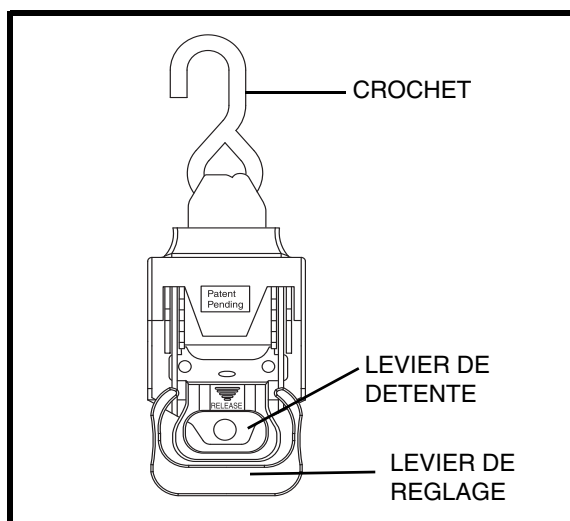

Figure 14. Courroie d'ancrage rétractable
3. Ancrez votre appareil de mobilité à la plateforme à l'aide d'attaches à rochet rétractable (**Voir la figure 14**) pour fauteuil motorisé ou avec le bras de blocage automatique pour scooters.
- Comprimez les leviers de détente et réglage sur l'attache à rochet rétractable et amener simultanément les deux leviers vers l'avant à la position 90-degrés pour faire "cliqué" en place. **Voir les figures 14 et 15.** Ceci déverrouillera les courroies d'ancrage.
- Lorsque chaque courroie est bien fixée en position adéquate. Comprimez les leviers de détente et de réglage sur l'attache à rochet rétractable et amenez simultanément les deux leviers vers l'arrière à la position d'origine. **Voir les figures 14 et 17.** Ceci verrouillera la courroie d'ancrage.